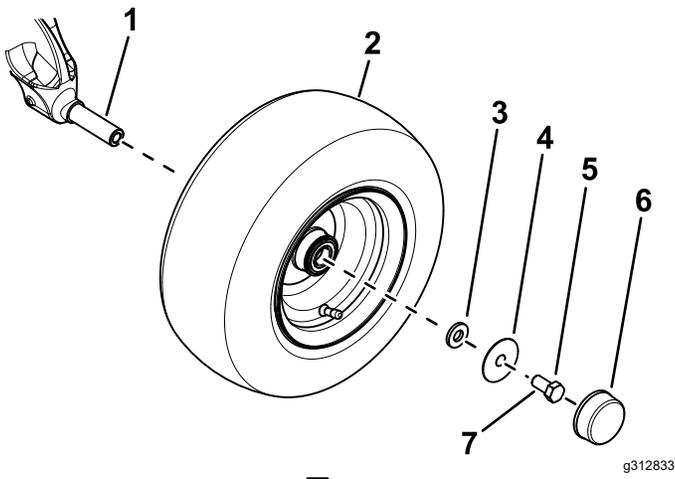

图 3
- 使用小垫圈、大垫圈和螺栓 5/8 x 1-1/4 英寸将车轮固定到轴锭轴 图 3。
D. 将防尘盖安装到车轮上 图 3。